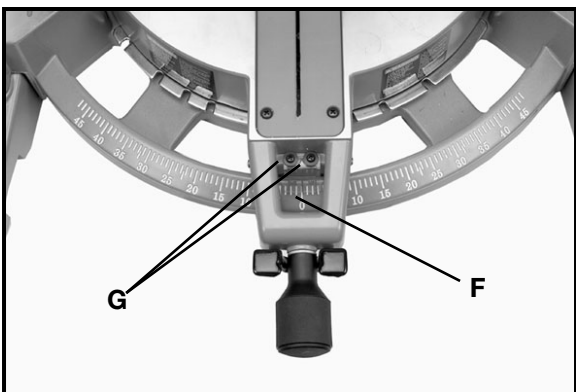

Fig. 16
5. Lorsque le guide est bien perpendiculaire avec la lame, réglez le curseur (F) fig. 16 de manière que l'indicateur soit aligné avec le repère «0» degré de l'échelle en desserrant les deux vis (G), en réglant le curseur (F) et en resserrant les vis (G).